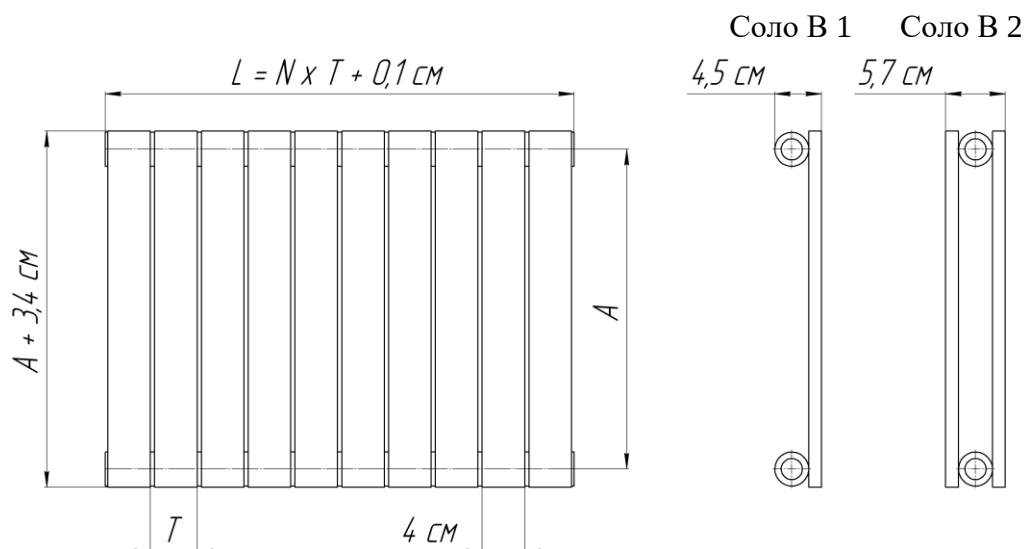

Рис. 1 Радиатор «Соло В», где: А – межцентровый размер, см; Т – шаг (Т = 4,4 см); N – количество секций; L – габаритная длина, см.
2.1. Основные размеры и параметры радиаторов приведены на рис.1 и в таблице.